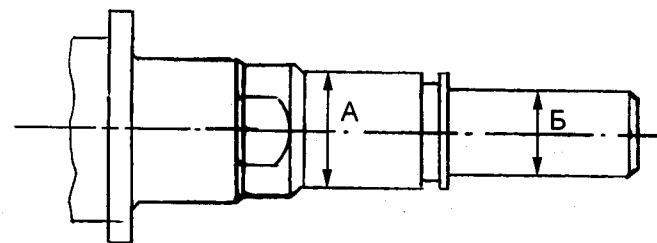

рис. 2.13
4. Измерьте диаметры шеек вала (рис. 2.13):